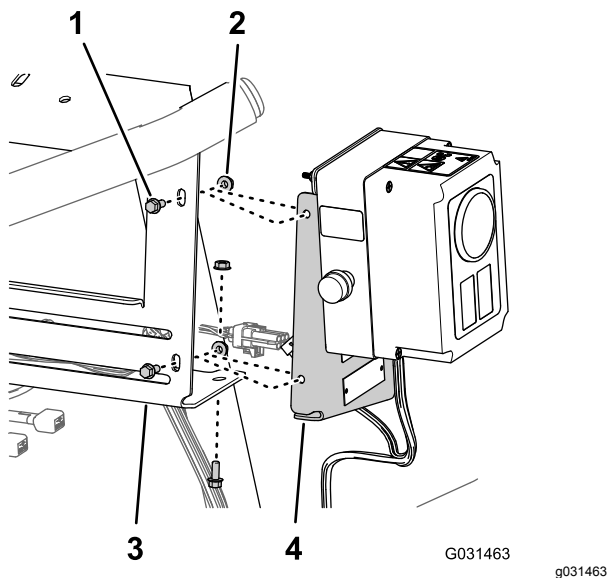

Bild 19
- Entfernen Sie die drei Bundkopfschrauben (1/4" x 5/8") und die zwei gezahnten Bundmutter (1/4"), mit denen die Befestigungsplatte für den Schaltkasten an der Verteilerbefestigung für die Sprühventile befestigt ist (**Bild 19**).
- Nehmen Sie die Befestigungsplatte von der Verteilerbefestigung ab (Bild 19).